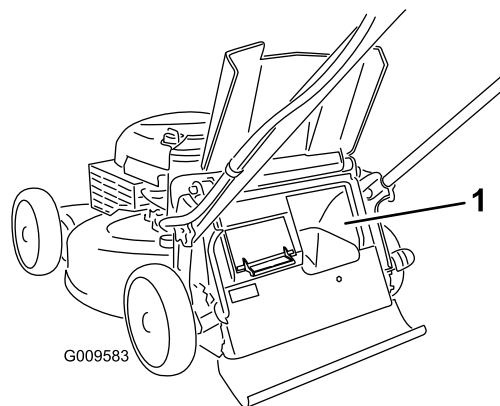

Bild 22
**Wichtig:** Stellen Sie für einen einwandfreien Betrieb den Motor ab, warten Sie, bis alle beweglichen Teile zum Stillstand gekommen sind, entfernen Sie dann Schnittgut und Rückstände von der Klappe des zuschaltbaren Fangkorbs und den umgebenden Öffnungen (Bild 22), bevor Sie die Stellung des Hebels für den zuschaltbaren Fangkorb ändern.